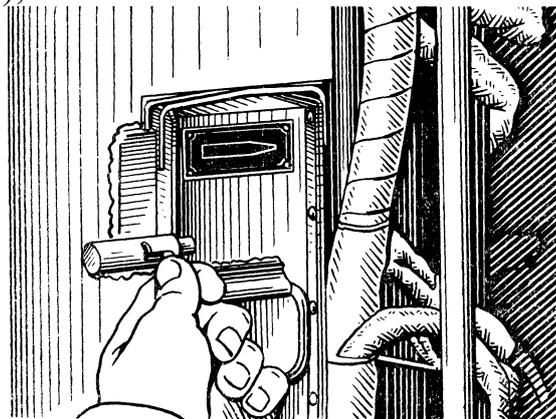

Рис. 11. Відкриття (закриття) замка магазинів до кулемета ПКТ
- після повороту навідником-оператором башти праворуч займає місце кулеметника правого борту знімає огороження сидіння десанту та відкриває замок магазинів спареного кулемету ПКТ (рис. 11), після чого виймає магазини кулемета ПКТ і передає їх механіку-водію.
- після з'єднання навідником стрічок патроном фіксує магазини за допомогою замка (рис. 11);